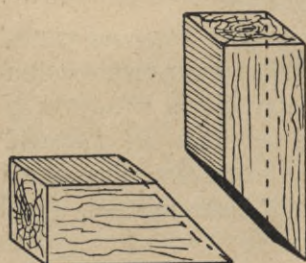

Fig. 114.
4. **Zetknięcie na ucios** (stumpfe Gehrung) (Fig. 114). Dwa kawałki drzewa ścina się pod kątem  $45^{\circ}$  i składa sięciami ścianami, zakleja i zawierca kołkami. Połączenie nie